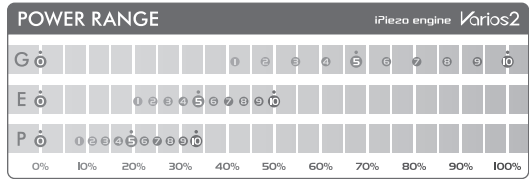

Fig. 16
- 1) Selezionare la modalità di funzionamento desiderata con gli appositi tasti situati sul pannello frontale. La spia corrispondente alla modalità selezionata si illuminerà. (Fig. 16)